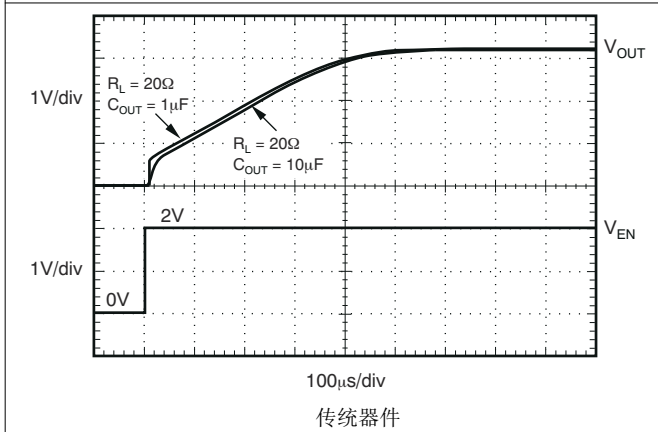

图 5-39. TPS73701 导通响应
使能引脚 (EN) 高电平有效并且与标准 TTL-CMOS 电平兼容。 V_{EN} 低于 0.5V (最大值) 将使稳压器判断并将 GND 引脚的电流降至大约 10nA。当 EN 用来关闭稳压器时，导通晶体管的栅极电荷会被完全清除。 V_{EN} 高于 1.7V (最小值) 会打开稳压器，并且输出会斜升至稳定的 V_{OUT} (请参阅 图 5-39)。